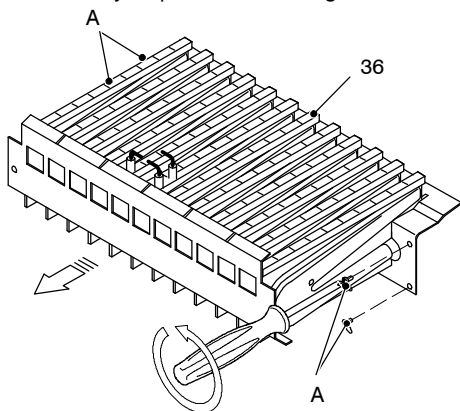

fig. 8.1
- 3 Quitar el panel delantero de la cámara de combustión y el quemador 36 en fig. 8.1